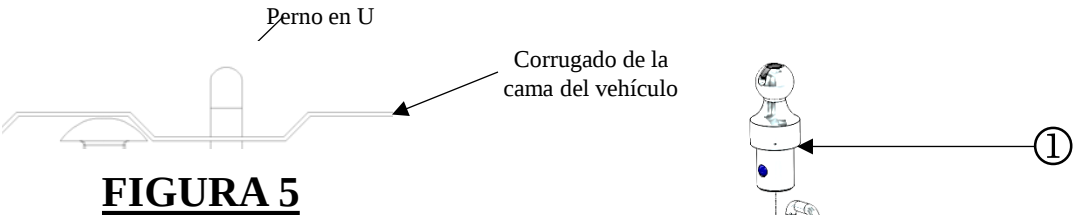

FIGURA 5
- 3. Usar las ranuras de los pernos en U como guía, desde debajo del vehículo para marcar y centrar la posición de los 4 orificios en la cama del vehículo sobre los cuales los pernos en U de la unión de la cadena de seguridad se van a dirigir. **ESTOS ORIFICIOS DEBEN ESTAR EN UN CORRUGADO MÁS BAJO PARA LIMITAR LA EXPOSICIÓN DEL PERNO EN U POR ENCIMA DE LA CAMA. VER FIGURA 5.** Luego perforar 4 orificios de guía con una broca de 3/16" antes de agrandar estos orificios a 11/16". Retocar los orificios perforados con pintura.